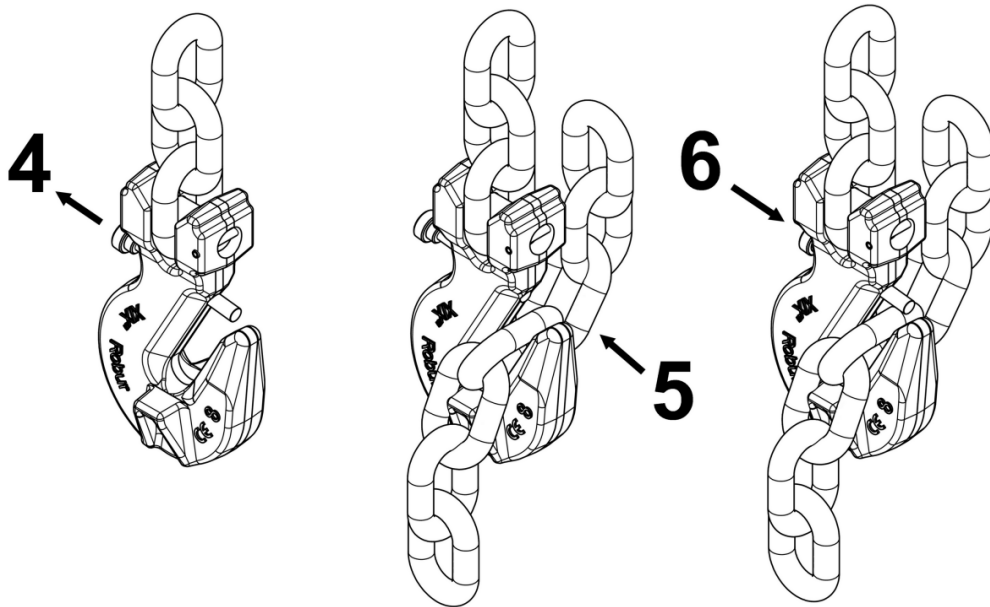

Fig.3
6. Rilasciare il perno del sistema di bloccaggio per evitare che l'anello possa fuoriuscire dalla sede. (fig.3).